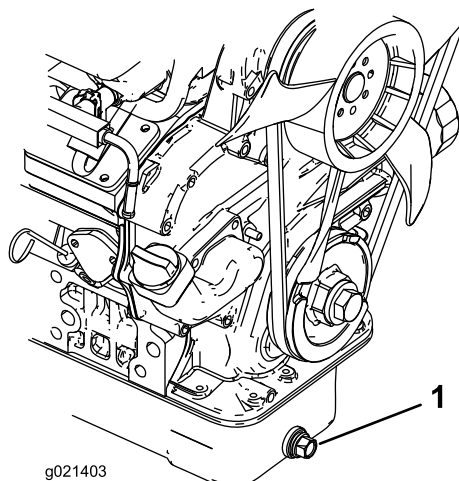

Figura 51
1. Togliete il tappo di spurgo (Figura 51) e lasciate defluire l'olio in una bacinella. Quando l'olio cessa di defluire, montate il tappo di spurgo.